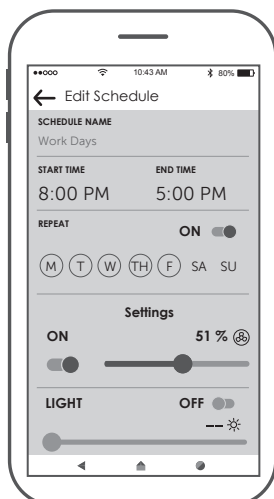

Figura 4
4. Seleccione su router WiFi e introduzca la contraseña WiFi para conectarse a su receptor WiFi fanSync. Tardará 1 - 2 minutos en conectarse. Una vez que su receptor WiFi se haya conectado, ahora puede nombrar su ventilador de techo en la App y personalizar sus ajustes. (Figura 4)